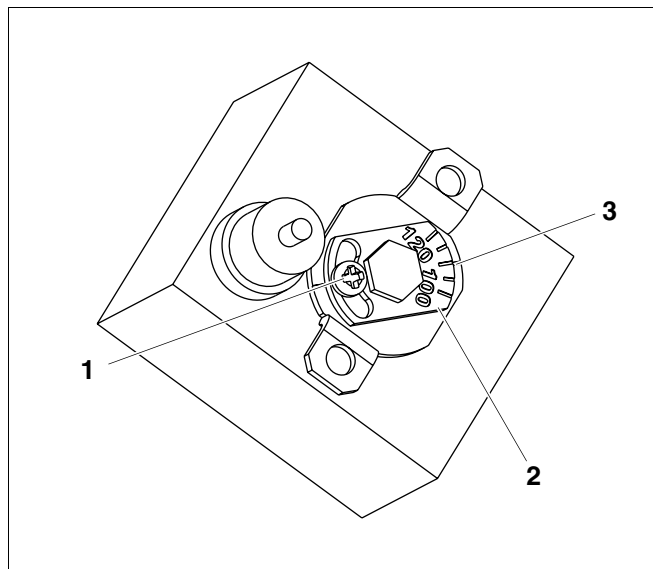

Рис. 3 Вариант А
2.2.1 Рис. 3 Вариант А
- Ослабить винт (рис. 3, поз. 1).
- Настроечный винт с температурной шкалой (рис. 3, поз. 2) установить на нужную температуру (рис. 3, поз. 3).
- Затянуть винт (рис. 3, поз. 1).